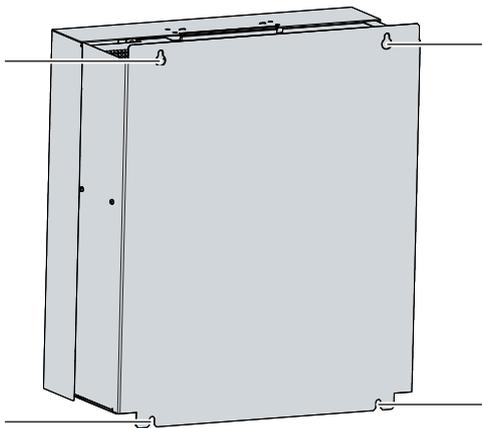

Abb. 15: Schaltschrankeinbau
2. Hängen Sie den PC an den gekennzeichneten Stellen des Montagekonzepts (siehe Abb. 15) auf die Schrauben.